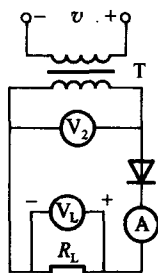

图 1-9
(2) 图 1-9 所示整流电路, 若直流电压表 V_L 读数是 110 V, 负载电阻 $R_L = 80 \Omega$, 问: ①直流电流表 A 的读数为多少? ②交流电压表 V_2 的读数是多少?